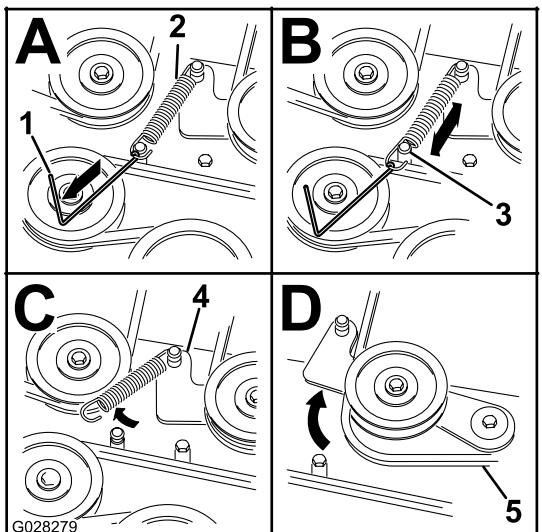

図 64
- スプリング付きのアイドラブーリのスプリングの張力を解除する図 64を参照。
- 注 スプリング取り外し工具 Toro P/N 92-5771を使って、デッキからスプリングを外す図 64。